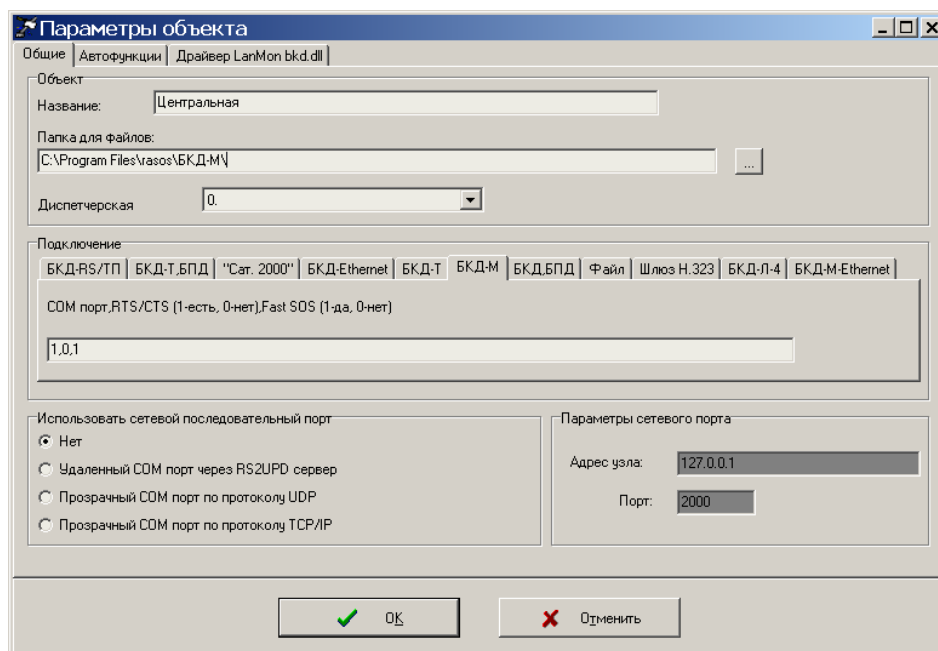

Рисунок 12
4) В открывшемся окне «Параметры объекта» установить следующие параметры (рисунок 12):